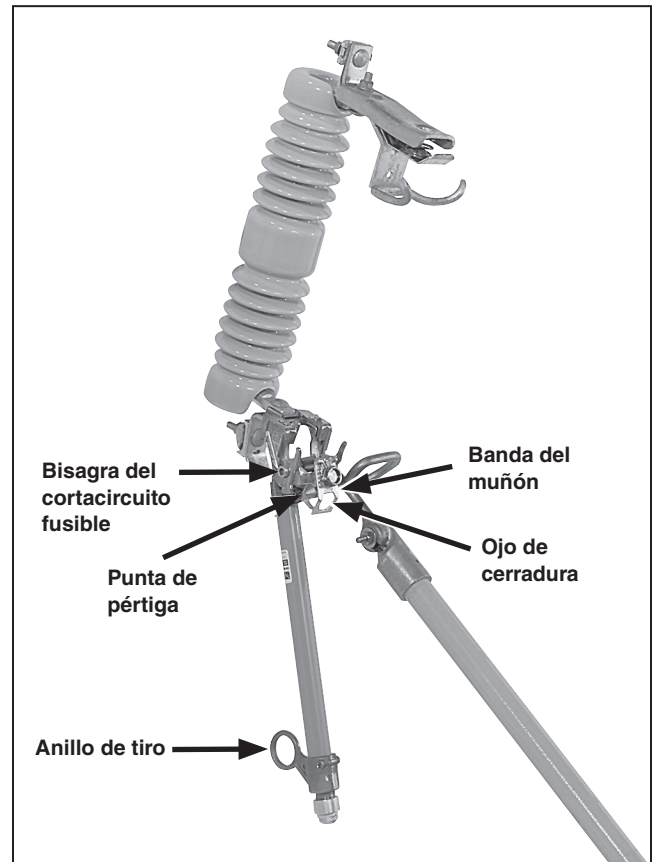

Figura 6. Instalación del tubo portafusible.
- PASO 2.** Guíe el tubo portafusible hacia la bisagra del cortacircuito fusible localizada como se muestra en la Figura 6, y desenganche la pértiga.
Tras una operación de apertura con una herramienta Loadbuster, el tubo portafusible puede extraerse de la bisagra del cortacircuito fusible con una pértiga universal equipada con un accesorio de manipulación de fusibles adecuado, como una Herramienta de Manipulación Talon o una pértiga de distribución. Ver Figura 6 en la página 11.